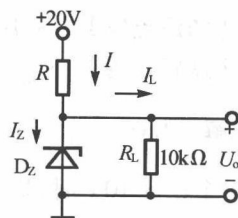

图 15.11
15.2.5 如图 15.11 所示电路中的稳压管参数为: 工作电流 5mA , 稳定电压 $U_Z = 12\text{V}$, 额定功耗 $P_Z = 200\text{mW}$ 。试问限流电阻 R 为 $1.2\text{k}\Omega$ 是否保证 U_o 为 12V ?
设稳压电路正常工作, 电流参考方向如图 15.11 所标注。